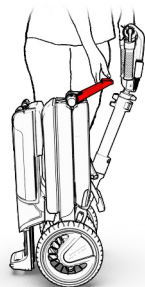

Figura 47
3. Sujete el ATTO por el manillar y gire el mango principal 180 grados (consulte la Figura 47).